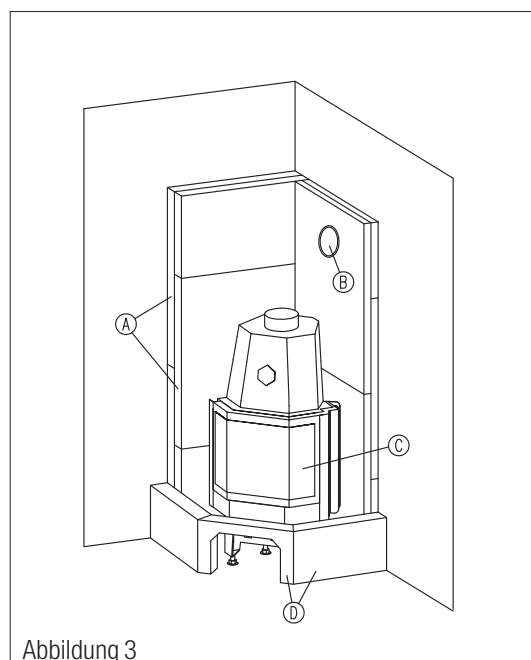

Abbildung 3
5.2 Richten Sie den Sockel mit einer Wasserwaage senkrecht und waagrecht aus. (**Abb. 3**)